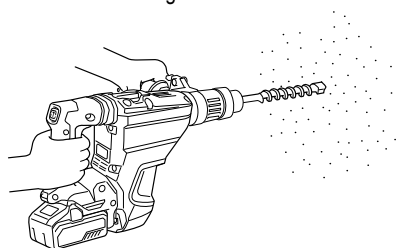

Fig. 20
1. Comment percer des trous (Fig. 20)